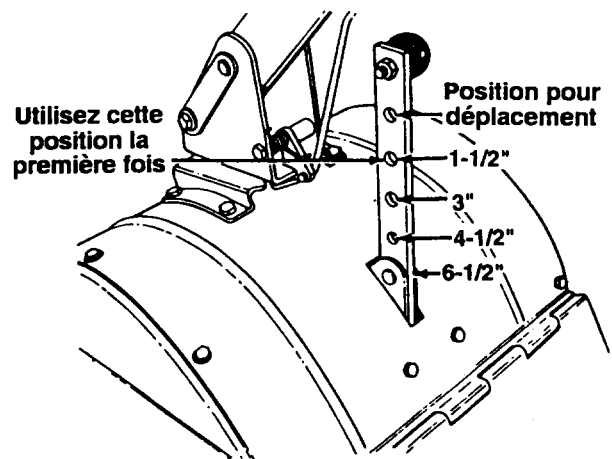

FIGURE 18
AVERTISSEMENT: La première fois que vous utilisez le motoculteur, réglez le guide de profondeur à 1-1/2 po (deuxième trou à partir du haut). Voir la figure 18.
La profondeur de travail est contrôlée par le guide de profondeur qui peut être réglé à cinq positions différentes. Voir la figure 18. Ajustez les dispositifs de protection latéraux comme à la figure 19 en réglant le guide de profondeur. Vérifiez que le fil de la bougie est débranché et mis à la masse contre le moteur.
1. Lors de la première utilisation du motoculteur, employez le deuxième trou de réglage à partir du haut (profondeur de travail: 1-1/2 po). Voir la figure 18.